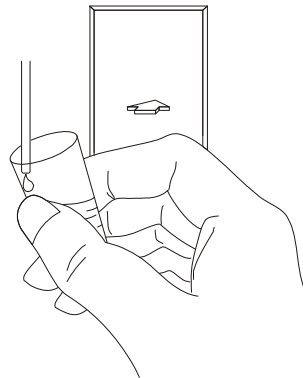

Abbildung 8-11 Dispensieren von Verdünnungslösung
9. Platzieren Sie ein sauberes Probenröhrchen unter dem Proben-Messkopf und stellen Sie sicher, dass das Röhrchen in Richtung des Messkopfs geneigt ist, wie in Abbildung 8-11 dargestellt, um ein Verschütten und Blasenbildung zu vermeiden. Drücken Sie die ASPIRATE-Taste, um 0.7 ml der Verdünnungslösung in das Röhrchen zu dispensieren. (Das dispensierte Volumen wird von dem Analysator kontrolliert.)